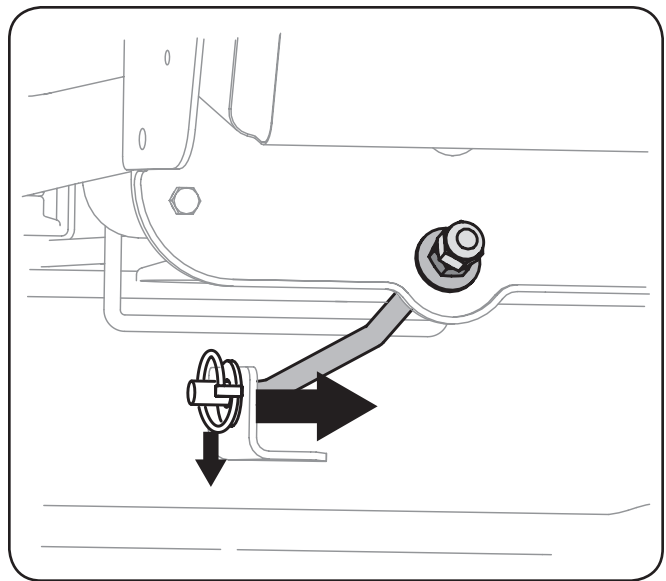

Figura 7-5
10. Deslice suavemente la plataforma de corte hacia la parte delantera del tractor y con cuidado guíe los ganchos de la plataforma para extraerlos de la varilla estabilizadora de la plataforma. Vea la Figura 7-5.
- a. La Cubierta bajo Con el chasis del Cortacésped, Adjunte la barra estabilizadora. Véase la Figura 7-5.